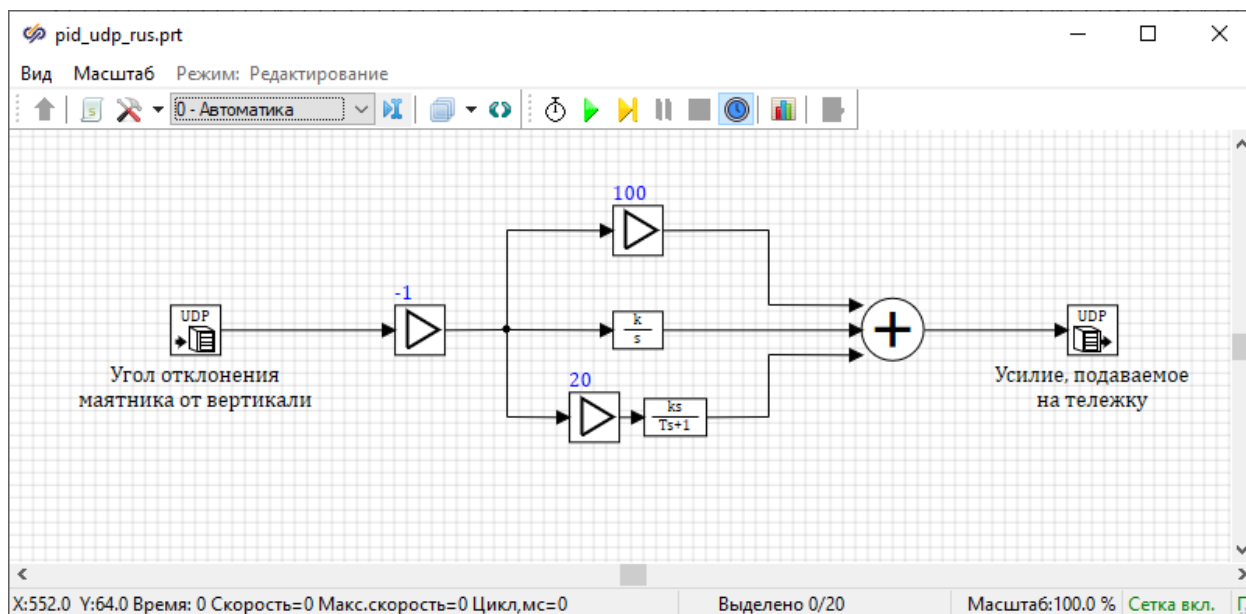

Рис. 4.26. Расчетная схема в SimInTech
5. Из каталога {Данные УМ}\SAMPLES\udp\inv\\_pend\\_udp загрузите файл `pid_udp_rus.prt`, см. рис. 4.26.